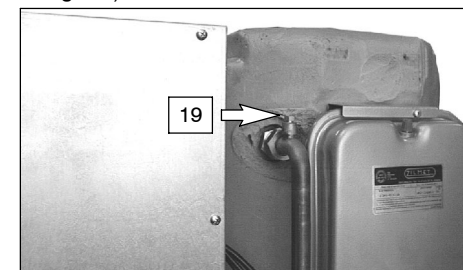

fig. 6.4
- 8 Allentare lo sfiato del serpentino bollitore (19 in fig. 6.4).
- 10 Riempire l'impianto di riscaldamento vedi sez. 3.1 a pag. 6 e richiudere lo sfiato serpentino bollitore (19 in fig. 6.4) quando da questo inizia ad uscire acqua.